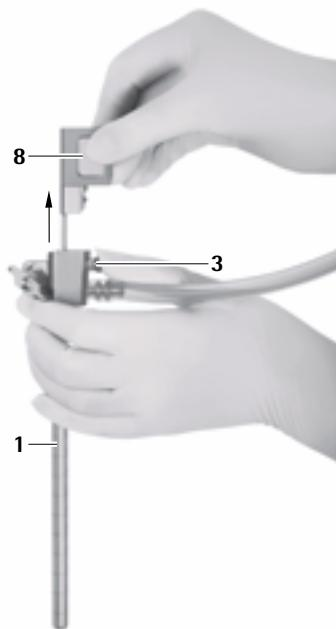

Abb. 10
- ▶ Entriegelungsknopf **3** drücken und Obturator für Optikkanal **8** vorsichtig aus MINOP inVent-Trokar **1** herausziehen, siehe Abb. 10.